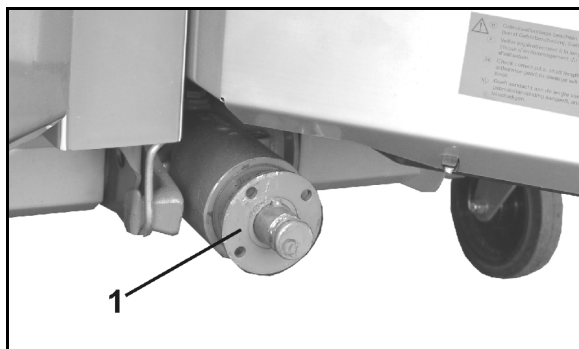

Fig. 37
2. Rengjør girets inngangsaksel (Fig. 37/1).
4. Skru ut låseskruen (Fig. 37/6).
5. Skru vernetrakten (Fig. 37/2) i monteringsstilling (Fig. 37/7).
7. Løsne kontramutteren (Fig. 37/3) i koblingsnavet fra friksjonskoblingen (til gjengetappen ikke lenger stikker ut av kontramutteren på utsiden), skru av unbrako-gjengestiften (Fig. 37/4) og kontroller om det er enkelt å skyve koblingsnavet opp på girakselen.
Sørg for at passfjærene (Fig. 37/5) dekkes helt til!
9. Sikre kraftoverføringsakselen mot aksial forskyvning. Dette gjør du ved å trekke gjengetappen godt til med en innvendig sekskantnøkkel og kontre med en mutter (Fig. 37/3).
2. Løsne kontramutteren (Fig. 37/3) i koblingsnavet fra friksjonskoblingen. Skru ut gjengetappen (Fig. 37/4).